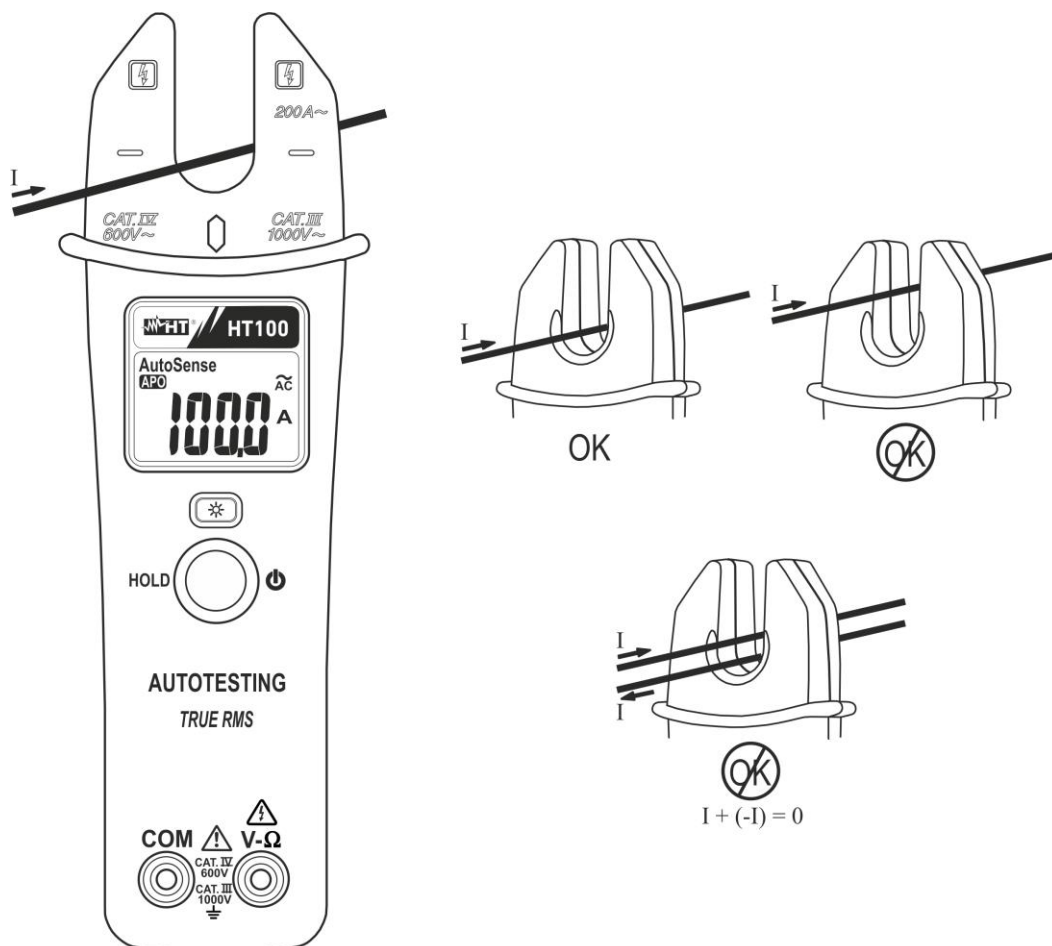

Fig. 7: Uso de la pinza en medidas de corriente CA
1. Inserte el cable dentro del maxilar “abierto” (vea el Fig. 7) y considere las marcas de alineación (ver § 4.1.2). El valor de la corriente será visualizado.